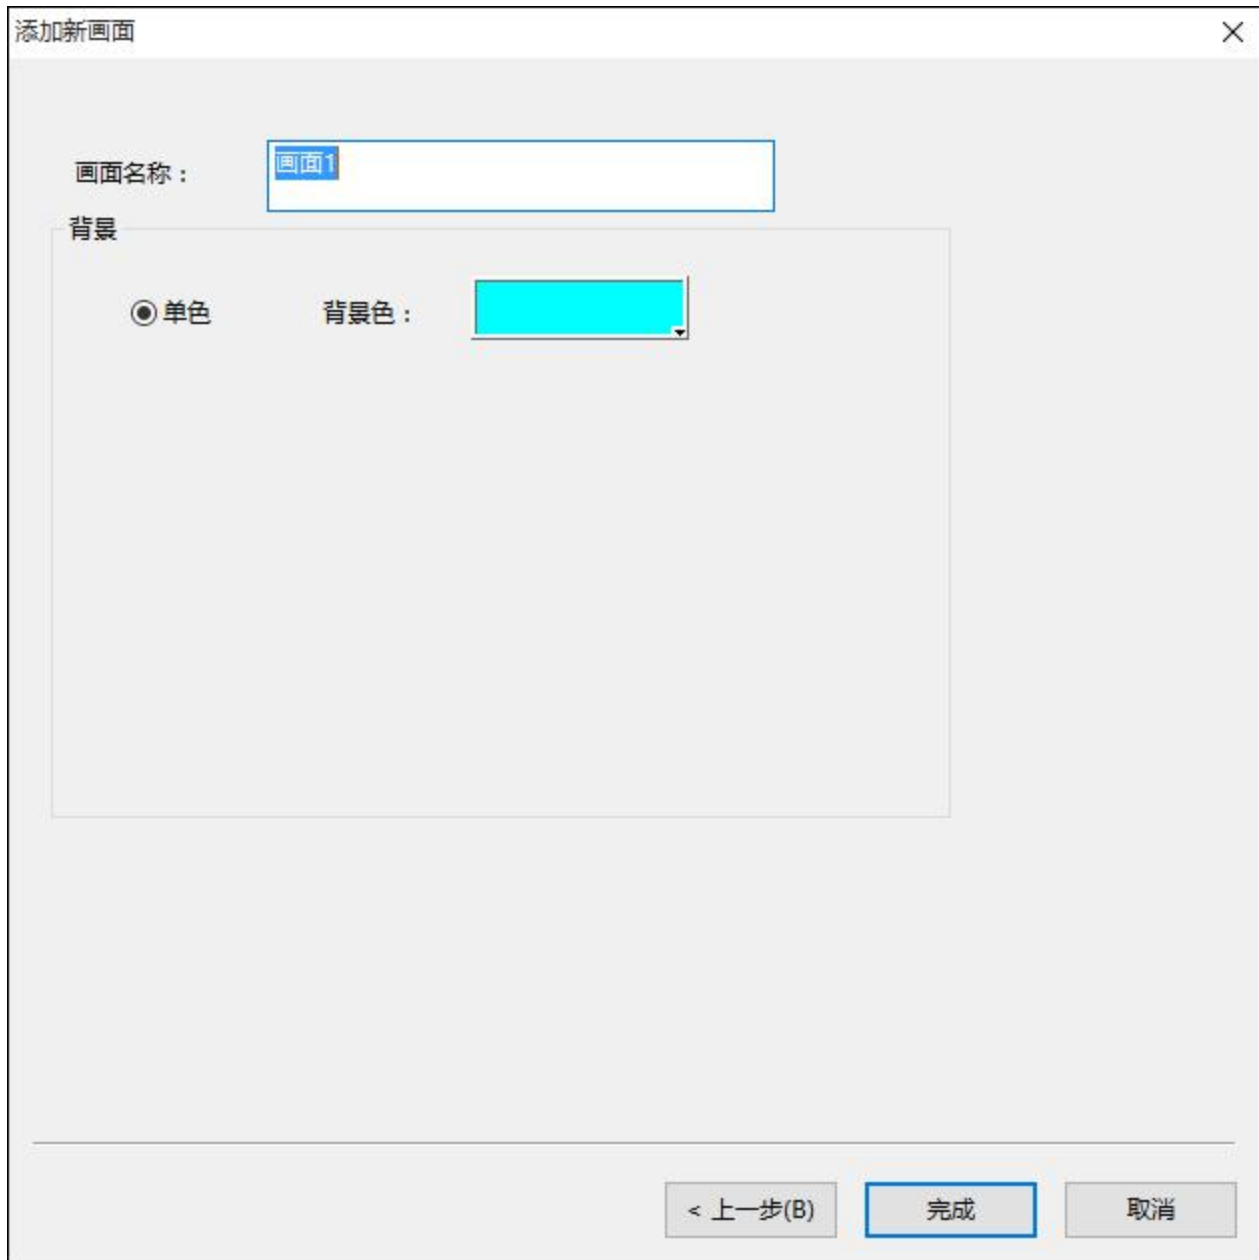

图 5-5 新建工程之添加新画面对话框
5.该实例以三菱的 PLC 为设备，可根据需要在“设备服务”选项中选择其他型号的 PLC，在该项后面选择该 PLC 的不同型号。设置完毕后点击“下一步”按钮，弹出图 5-5 所示对话框：